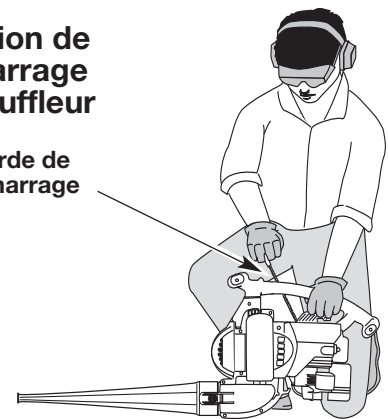

Fig. 12
AVERTISSEMENT: éviter le démarrage accidentel. Se tenir en position de démarrage pour lancer le moteur (Fig. 12 et 13). Lors du démarrage, l'opérateur et l'outil doivent être en position d'équilibre afin d'éviter le risque de blessures graves. D'autre part, pour le démarrage, l'outil doit toujours être posé sur une surface propre et ferme. Les matériaux tels que le gravier, le sable, la poussière, l'herbe, etc. peuvent être aspirés par l'admission d'air et projetés par la sortie de l'outil.
- Mettez l'outil en position de démarrage (Fig. 12 ou 13). Mettez la manette des gaz en position de haute vitesse (👉).